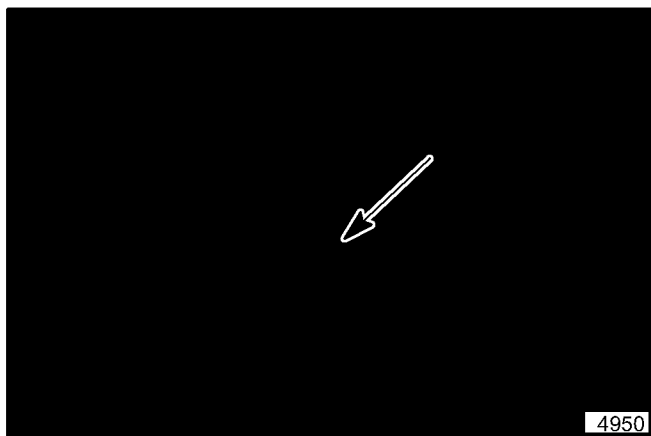

Figure 28. Ecrous de réglage du câble
2. Après que le crochet a été réglé, desserrer les deux contre-écrous au haut du câble (voir la figure 28). Régler l'écrou du bas de telle sorte qu'il rattrape tout jeu dans le câble. Faire attention de ne pas trop serrer le câble sinon le crochet risque de ne pas maintenir ensemble la poulie-guide du porte-lames. Utiliser l'écrou supérieur pour verrouiller l'écrou inférieur en position.